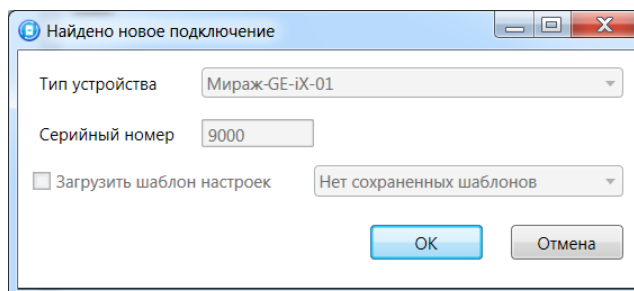

Рис. 5.5. Окно *Найдено новое подключение*
7. При подключении контроллера к ПК с запущенной программой *Конфигуратор Профессионал* появится окно *Найдено новое подключение* (рис. 5.5), в котором будут автоматически установлены параметры устройства (тип и серийный номер). В этом окне также можно загрузить шаблон настроек, сохраненный ранее, установив соответствующий флажок и выбрав номер шаблона из раскрывающегося списка. Задав необходимые параметры, нажмите кнопку *ОК*.